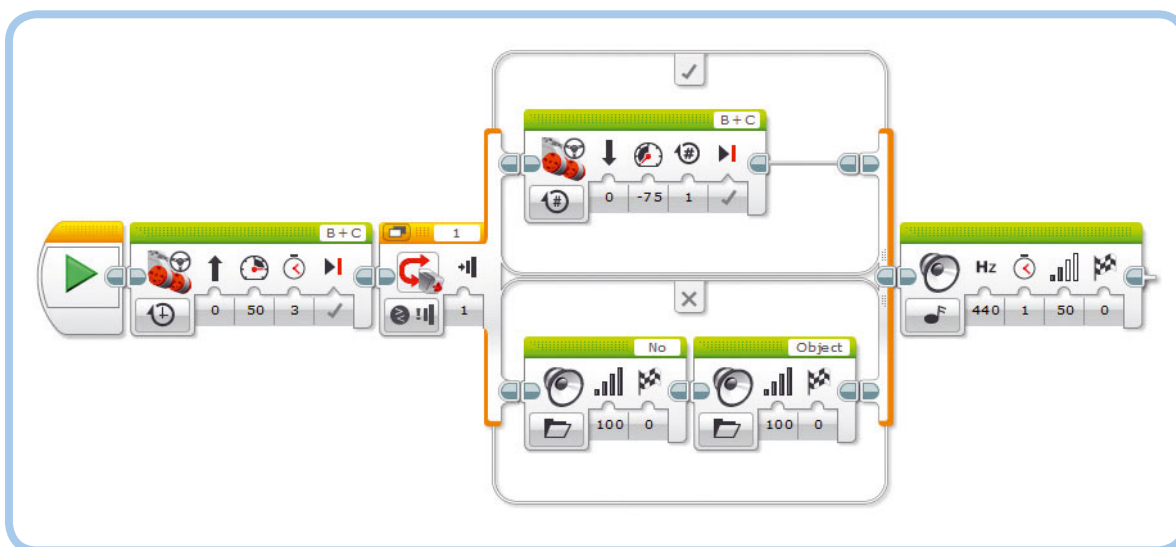

Рис. 6.13. Программа **TouchSwitch** позволяет роботу решать, что делать, основываясь на информации, полученной от датчика
Программа TouchSwitch, которую вы создадите, обеспечивает движение робота вперед в течение 3 секунд. Затем, если кнопка датчика касания нажата, робот немного отъезжает назад. Если кнопка датчика не нажата, робот говорит: «Нет объекта». Наконец, независимо от решения блока **Переключатель** (Switch) робот воспроизводит мелодию. Теперь создайте программу, как показано на рис. 6.13.
- Блок **Переключатель** (Switch) в режиме **Сравнение** (Compare) запускает последовательность блоков в верхней части, если условие истинно; в противном случае запускаются блоки, находящиеся внизу (рис. 6.13).